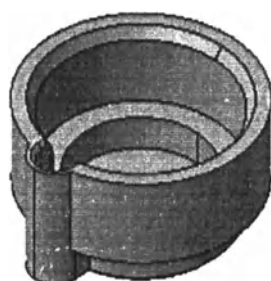

Рисунок 1
2.1.1 Сборная емкость (Рис. 1), в которую фильтруются гомогенизированные аутоотрансплантаты.